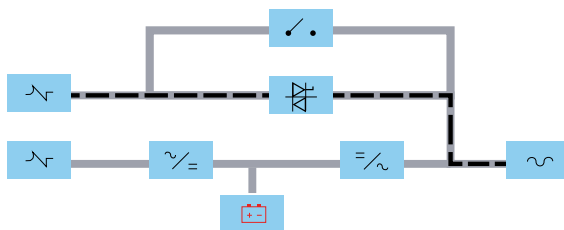

Рисунок 5.1. Запуск выпрямителя
4. Следует обратить внимание на мнемосхему режима работы на главной странице, на которой будет показано анимированное изображение потоков энергии – после завершения самодиагностики ИБП переключится в режим байпаса (Рисунок 5.1). На выход устройства будет подано напряжение по линии статического байпаса ИБП.